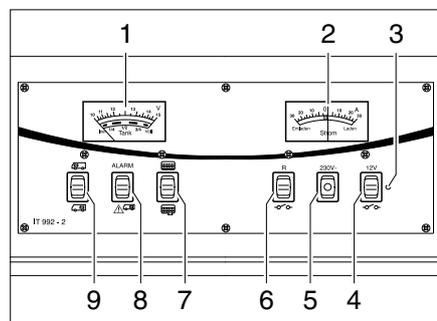

Bild 169 Panel IT 992
Beim Anzeigeeinstrument V/Tank (Bild 169,1) die obere Skala beachten. Das Anzeigeeinstrument wird automatisch beleuchtet, sobald ein Schalter gedrückt wird.
- Wippschalter (Bild 169,9) oben drücken "🔋": Die Batteriespannung der Starterbatterie wird angezeigt.
- Wippschalter (Bild 169,9) unten drücken "🔋": Die Batteriespannung der Wohnraumbatterie wird angezeigt.
Beim Anzeigeelement V/Tank (Bild 169,1) die untere Skala beachten. Das Anzeigeelement wird automatisch beleuchtet, sobald ein Schalter gedrückt wird.
- Wippschalter (Bild 169,7) oben drücken : Die Wassermenge wird angezeigt.
- Wippschalter (Bild 169,7) unten drücken : Die Abwassermenge wird angezeigt.
Die rote Warnleuchte ALARM (Bild 169,8) blinkt, sobald die Spannung der Wohnraumbatterie 11 V (Messung im laufenden Betrieb) unterschreitet und damit Tiefentladung droht.
Am Anzeigeelement Strom (Bild 169,2) wird ständig der aktuell fließende Batteriestrom angezeigt. Das Anzeigeelement wird automatisch beleuchtet, sobald ein Schalter gedrückt wird.
Der 12-V-Hauptschalter (Bild 169,4) schaltet das Panel und die 12-V-Versorgung des Wohnraums ein und aus.
Einschalten: ■ Wippschalter (Bild 169,4) oben drücken "  ": Die 12-V-Versorgung des Wohnraums ist eingeschaltet. Die Kontroll-Leuchte (Bild 169,3) leuchtet grün.
Ausschalten: ■ Wippschalter (Bild 169,4) unten drücken "  ": Die 12-V-Versorgung des Wohnraums ist ausgeschaltet. Die Kontroll-Leuchte (Bild 169,3) erlischt.
Die 12-V-Kontroll-Leuchte (Bild 169,3) leuchtet, wenn der 12-V-Hauptschalter (Bild 169,4) eingeschaltet ist.
Die gelbe 230-V-Kontroll-Leuchte (Bild 169,5) leuchtet, wenn am Eingang des Elektroblocs Netzspannung vorhanden ist.
- Einschalten:* ■ Wippschalter (Bild 169,6) oben drücken: Die Umwälzpumpe ist eingeschaltet.
- Ausschalten:* ■ Wippschalter (Bild 169,6) unten drücken "  ": Die Umwälzpumpe ist ausgeschaltet.